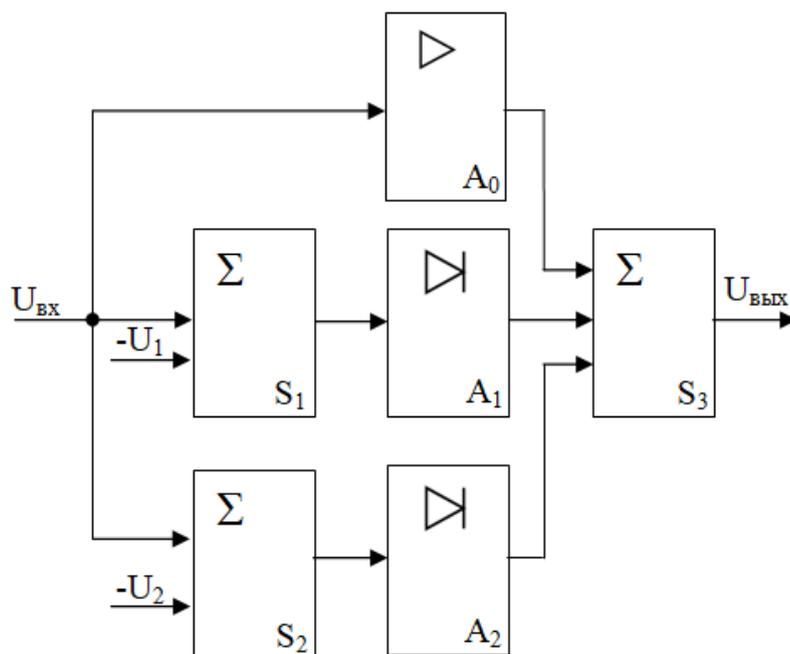
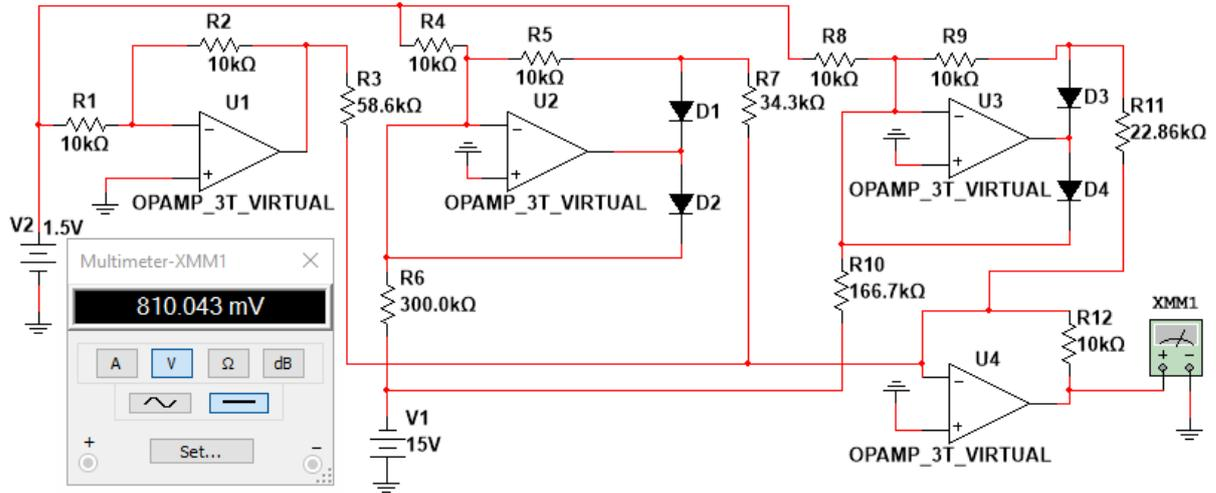

Рис.3. Функциональная схема функционального преобразователя.
Рис. 4. Схема электрическая принципиальная функционального преобразователя.
По функциональной схеме рис.3 в редакторе Multisim создаем показанную на рис. 4 схему электрическую принципиальную.
1. В редакторе Multisim собрать схему рис. 4.